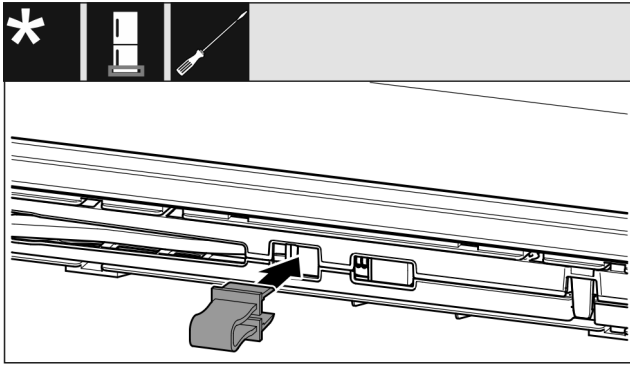

Fig. 14
► Sicherung in Öffnung einrasten. (siehe Fig. 14)